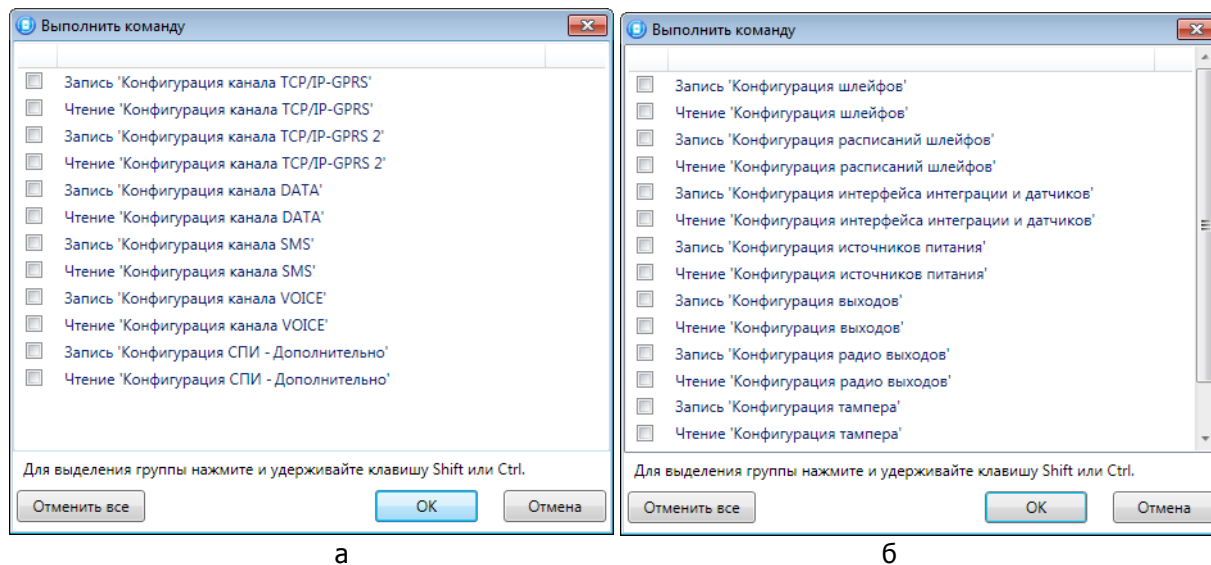

Рис. 11.2. Выполнить команду (а — конфигурация СПИ, б — конфигурация ПКП)
**Выполнить команду:** открытие окна *Выполнить команду* (Рис. 11.2), с помощью которого можно записать или считать отдельные группы параметров (актуально при медленной скорости передачи данных или тарификации по объему передачи данных).